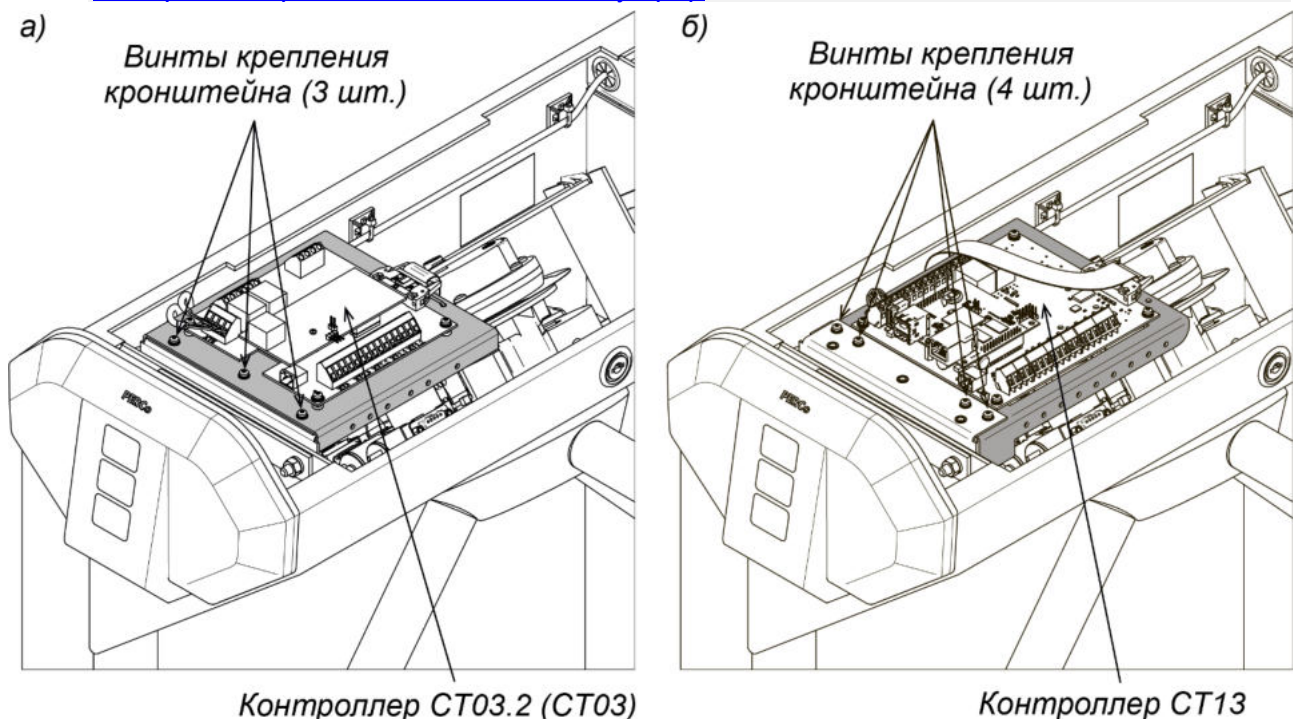

Рисунок 1. Крепление кронштейна контроллера ЭП
3. Демонтируйте кронштейн, открутив три винта, крепящие его к корпусу ЭП, см. рис.1(а).
5. Установите новый кронштейн с контроллером **PERCo-CT13** и кабель-шлейфом на место старого в соответствии с рис.1(б), используя те же самые винты и один винт с шайбами из комплекта поставки. Перед установкой кронштейна не забудьте подключить кабель-шлейф к механизму управления ЭП.